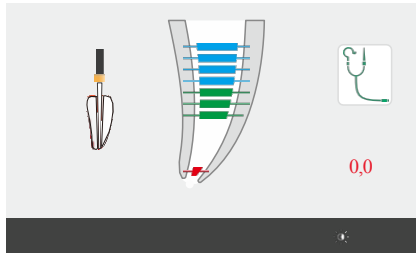

Abb. 22 Apex-Bereich – Rot
- Wenn die Feilenspitze die apikalen Foramina erreicht, leuchtet der Anzeigepunkt rot auf und es ertönt ein Dauerton (Abb. 22)